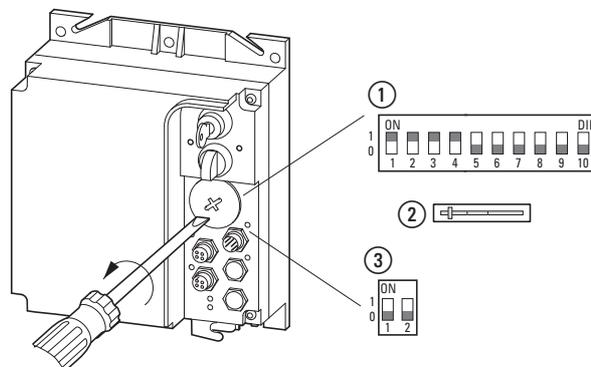

Abbildung 83: DIP-Schalter unter der Verschlusschraube
rot	Störmeldung: Ein Fehler wurde erkannt und steht dauerhaft an. <ul style="list-style-type: none"> <li>Motor-Überlast (Überstrom)               <ul style="list-style-type: none"> <li>→ Motor und Antriebseinheit prüfen (Reset bei abgekühltem Motor)</li> <li>→ Kurzschluss in der Motorleitung</li> <li>→ DIP-Schalter (DIP 1- DIP 4) kontrollieren</li> </ul> </li> <li>Thermistor- / Kabel-Überwachung               <ul style="list-style-type: none"> <li>→ Motor und Antriebseinheit prüfen (Reset bei abgekühltem Motor)</li> <li>→ keine Motorleitung angeschlossen (Motor-Abgangsbuchse)</li> <li>→ Brücke T1/T2 im Motor-Klemmkasten fehlt bei Motoren ohne Temperatursensor</li> <li>→ Drahtbrücke (②, Abbildung 83, Seite 103) bei abgesteckter Motorleitung, nicht geschlossen (→ nur für Service)</li> </ul> </li> <li>DIP-Schalter (unter der Verschlusschraube) mit ungültigen Einstellungen (→ Seite 104)</li> <li>Überlast/Kurzschluss bei den Sensor-Eingängen I3/I4 oder Aktor-Ausgang O3</li> <li>Stromuntergrenze unterschritten (→ Seite 107)</li> </ul> Bei einem kurzzeitig aufgetretenen oder behobenen Fehler blinkt diese LED bis zum Reset → Seite 107 Befehl (Schlüsselschalter).
Dazu muss der linke DIP-Schalter 1 von Teil ③ in → Abbildung 83, Seite 103 auf ON stehen.